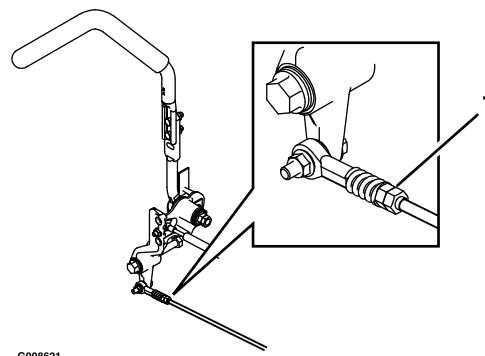

Figure 48
7. Amenez les leviers de commande de déplacement en position point mort. Réglez la longueur des tiges de pompes en tournant les doubles écrous dans le sens voulu jusqu'à ce que les roues tournent légèrement en marche arrière (Figure 48). Amenez les leviers de commande de déplacement en position de marche arrière et, tout en appuyant légèrement sur les leviers, laissez les ressorts d'indicateur de marche arrière ramener les leviers au point mort. Les roues doivent s'arrêter de tourner ou tourner légèrement en arrière.